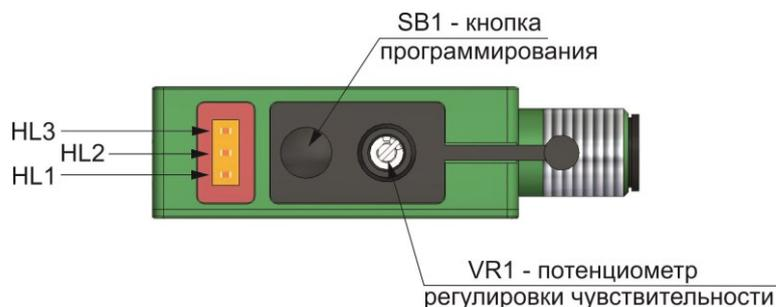
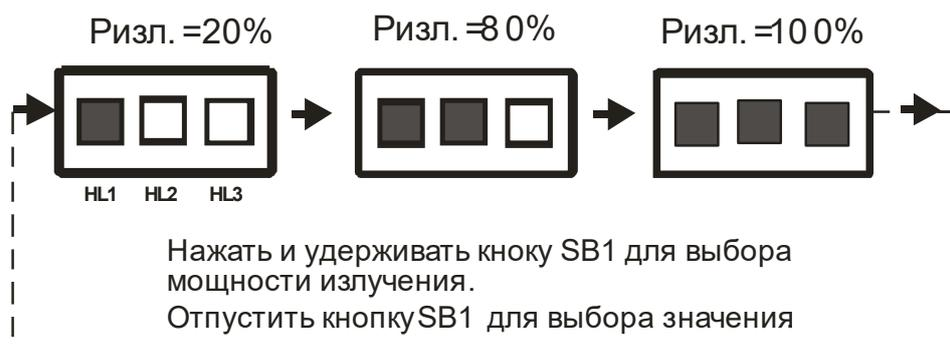
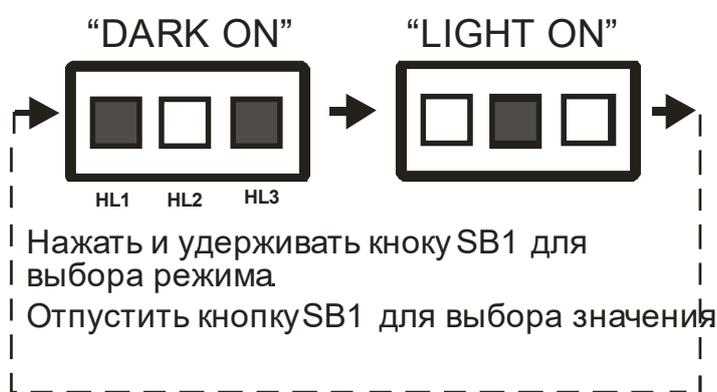
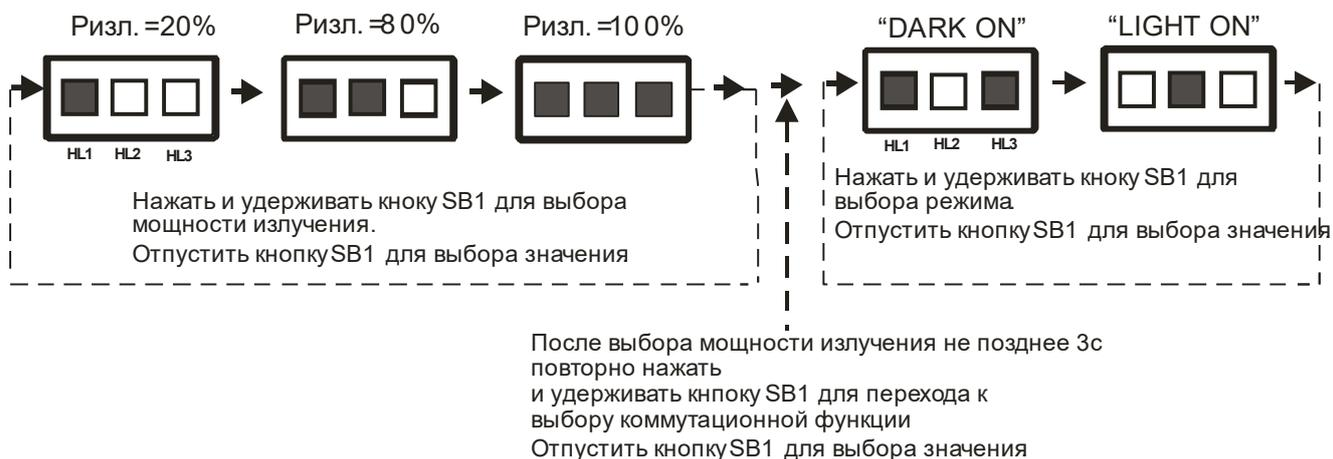

Рисунок 2 - Панель настройки и регулировки
Рисунок 4. Работа индикаторов в режиме выбора мощности излучения
Рисунок 5. Работа индикаторов в режиме выбора коммутационной функции
Рисунок 6. Работа индикаторов при настройке выключателей типа D и R
3.5 Выключатель имеет панель настройки и регулировки, которая показана на **рис. 2**. На панели расположены: светодиодные индикаторы режима работы HL1, HL2, HL3; кнопка программирования, закрытая мембраной; потенциометр регулировки чувствительности, защищенный съемной заглушкой
- Нажать и удерживать кнопку программирования SB1 в течение 5-7с. Излучатель перейдет в режим программирования. Продолжить удерживать кнопку SB1. В окне индикации режимов (см. рис.2) светодиоды HL1, HL2, HL3 начнут поочередно загораться в соответствии с рис. 4, индицируя режим 20%, 80%, и 100% мощности.
- Нажать и удерживать кнопку программирования SB1 в течение 5-7с. Приемник перейдет в режим программирования. Продолжить удерживать кнопку SB1. В окне индикации режимов (см. рис.2) светодиоды HL1, HL2, HL3 начнут поочередно загораться в соответствии с рис. 5, индицируя режим DARK ON или режим LIGHT ON.
- Нажать и удерживать кнопку программирования SB1 в течение 5-7с. Излучатель перейдет в режим программирования. Продолжить удерживать кнопку SB1. В окне индикации режимов (см. рис.2) светодиоды HL1, HL2, HL3 начнут поочередно загораться в соответствии с рис. 6, индицируя режим 20%, 80%, и 100% мощности.
- Продолжить удерживать кнопку SB1. В окне индикации режимов светодиоды HL1, HL2, HL3 начнут поочередно загораться в соответствии с рис. 6, индицируя режим DARK ON или режим LIGHT ON.